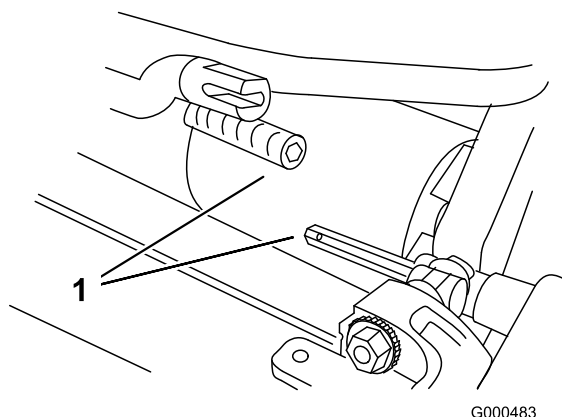

Figura 15
6. Empurre a unidade de corte para a frente, cerca de 51 mm, e posteriormente para a direita de modo a desengatar a união da transmissão (Figura 15).